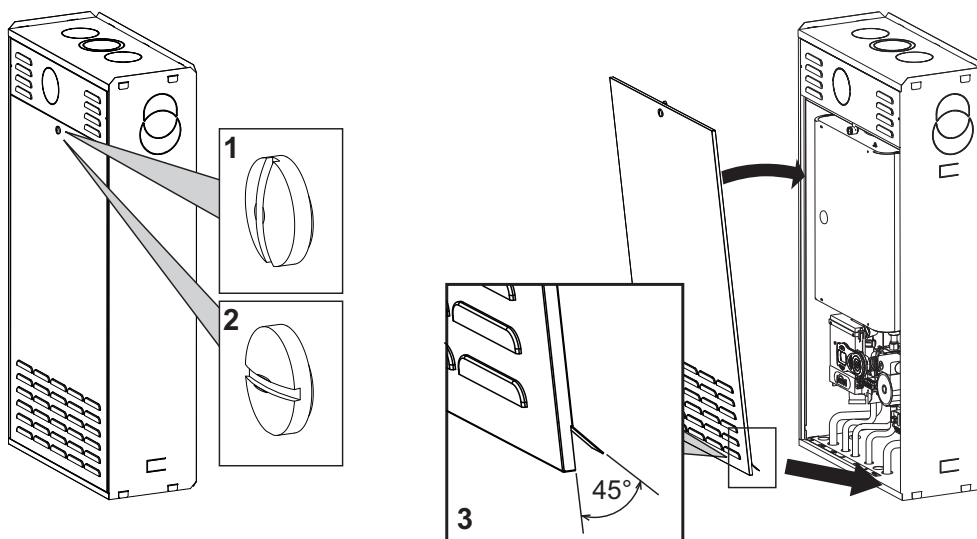

fig. 32 - Apertura e chiusura mantello
- Con una moneta o un cacciavite agire sulla serratura (1 = chiuso - 2 = Aperto - fig. 32).
- Quando si richiude il portellone, verificare che le linguette inferiori siano in posizione corretta (rif. 3 - fig. 32) e si incastrino nelle apposite sedi sull'involucro.